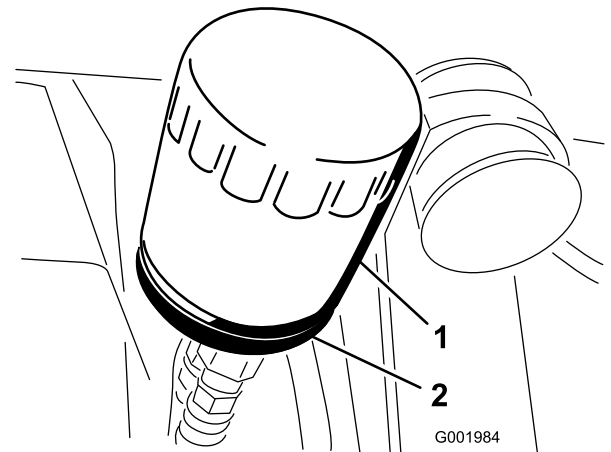

図 52
2. オイルフィルタ (図 52) を外す。
- アダプタに新しいフィルタを取り付ける。ガスケットがアダプタに当たるまで手でねじ込み、そこから更に 1/2 回転増し締めする (図 52)。